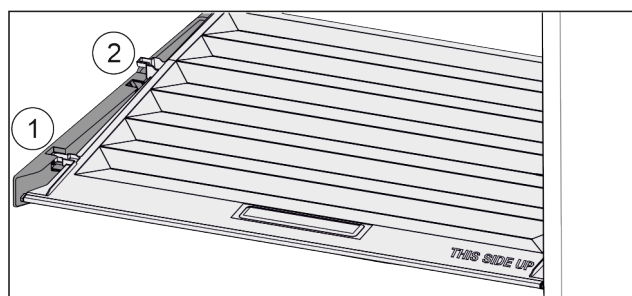

Fig. 43
- ▶ Vytáhněte víko dopředu až k otvoru v přídržných dílech Fig. 43 (1).
- ▶ Vzadu zesponu nadzvedněte a vyjměte směrem nahoru Fig. 43 (2).